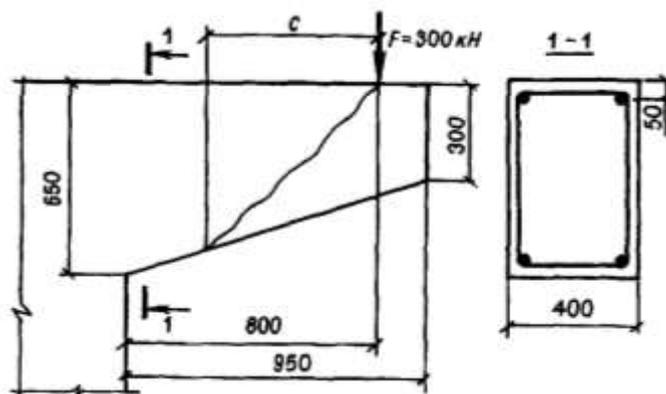

Рис. 1. Консоль
2. Консоль размерами (см. рис. 1) нагружена сосредоточенной силой $F = 400$ кН, расположенной на расстоянии 0,8 м от опоры; бетон тяжелый класса В20 ($R_{bt} = 0,8$ МПа при $\gamma_{b2} = 0,9$); хомуты двухветвевые диаметром 8 мм ($A_{sw} = 101$ мм²) из арматуры класса А-I ($R_{sw} = 175$ МПа), шагом $s = 200$ мм. Проверить прочность наклонных сечений по поперечной силе.